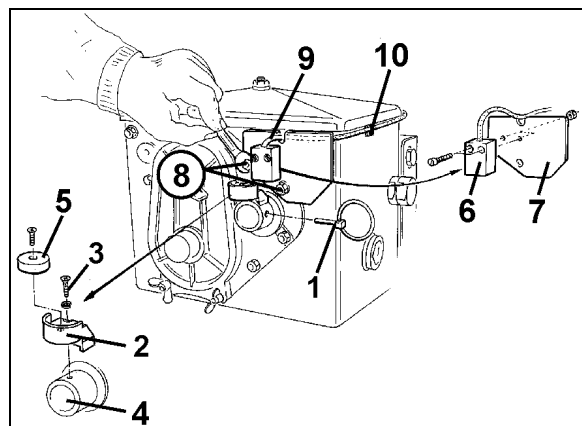

Рис. 9
1. Снимите палец с пружинным фиксатором (Рис. 9/1, соединяет ворошильный вал с приводом).
2. Привинтите держатель магнита (Рис. 9/2) при помощи самореза M4 x 10 (Рис. 9/3) и пружинной шайбы к пустотелому валу редуктора (Рис. 9/4).
4. Привинтите магнит (Рис. 9/5) при помощи самореза M4 x 10 к фиксатору магнита.
5. Привинтите датчик (Рис. 9/6) к фиксатору датчика (Рис. 9/7).
6. Привинтите фиксатор датчика (Рис. 9/7) при помощи двух корпусных гаек (Рис. 9/8) к редуктору.
7. Проложите кабель датчика (Рис. 9/9) к кабине трактора.
8. Подсоедините кабель к сеялке при помощи клейких пластинок (Рис. 9/10) и хомутиков. Клейкие пластинки должны быть обезжиренными и чистыми.
9. Вставьте палец с пружинным фиксатором (Рис. 9/1) в пустотелый вал редуктора.